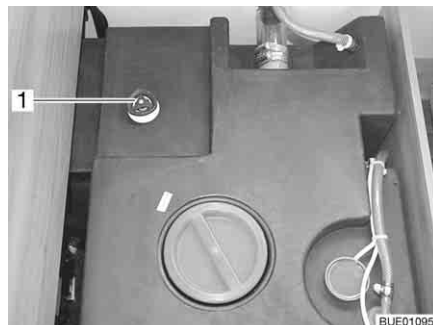

Bild 180 Vattentank med ratt
- Vrid ratten på vattentanken moturs mot motståndet till stoppläget (Bild 180,1) för att öppna utloppsöppningen helt.